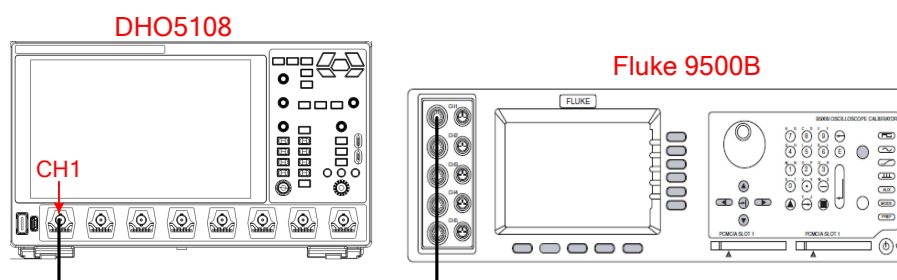

图 5.1 测试连接图
1. 将 Fluke 9500B 的有源信号探头连接至示波器的 CH1 通道，如图 5.1 所示。